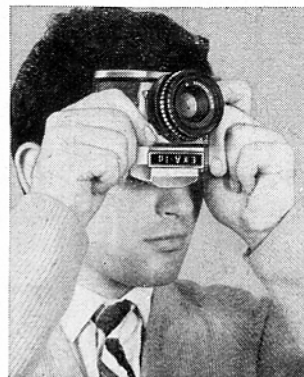

Fig. 18
d'appuyer le dos de l'appareil inversé contre le front pour éviter le flou de « bougé » (Fig. 18). Les personnes amétropes peuvent garder leurs verres pour la visée. L'oculaire souple (36) est un intéressant accessoire du prisme redresseur. Il peut recevoir un verre correcteur identique à celui des lunettes, permettant ainsi la mise au point sans lunettes. Il protège l'œil de toute lumière parasite.